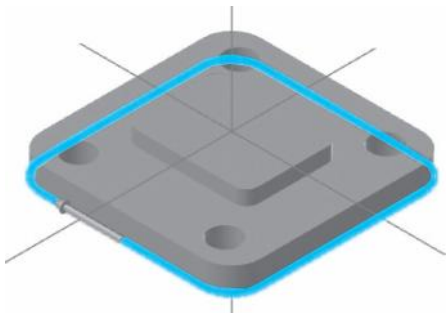

图 10-29 选择正方形轮廓线
1) 选择【刀路】/【面铣】命令，系统弹出【线框串连】对话框，以【实体】/【串连】的形式选择如图 10-29 所示的外形轮廓线，单击【确定】按钮。